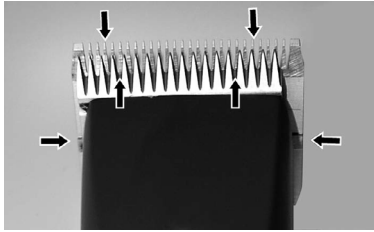

Abb. 22
Für ein gutes Scherergebnis und zur Erhöhung der Lebensdauer der Schermaschine und des Scherkopfes ist eine dünne Ölschicht zwischen dem Ober- und Untermesser unumgänglich (Abb. 22).
- ▶ Schermesser während der Schur ausreichend ölen (mindestens alle 15 Minuten), damit sie nicht trocken laufen (Abb. 22).
Die Messer müssen vor, während und nach jedem Gebrauch geölt werden. Wenn die Messer der Schermaschine Streifen hinterlassen oder sich verlangsamen, ist dies ein sicheres Zeichen, dass Sie Öl benötigen. Einige Tropfen Öl vorne und seitlich auf die Schermesser auftragen (siehe Pfeile Abb. 22). Überschüssiges Öl mit einem weichen, trockenen Tuch abwischen. Schmier sprays enthalten nicht genug Öl für eine gute Schmierung, eignen sich jedoch zur Kühlung der Schermesser. Beschädigte oder gekerbte Messer sofort auswechseln um Verletzungen zu verhindern.